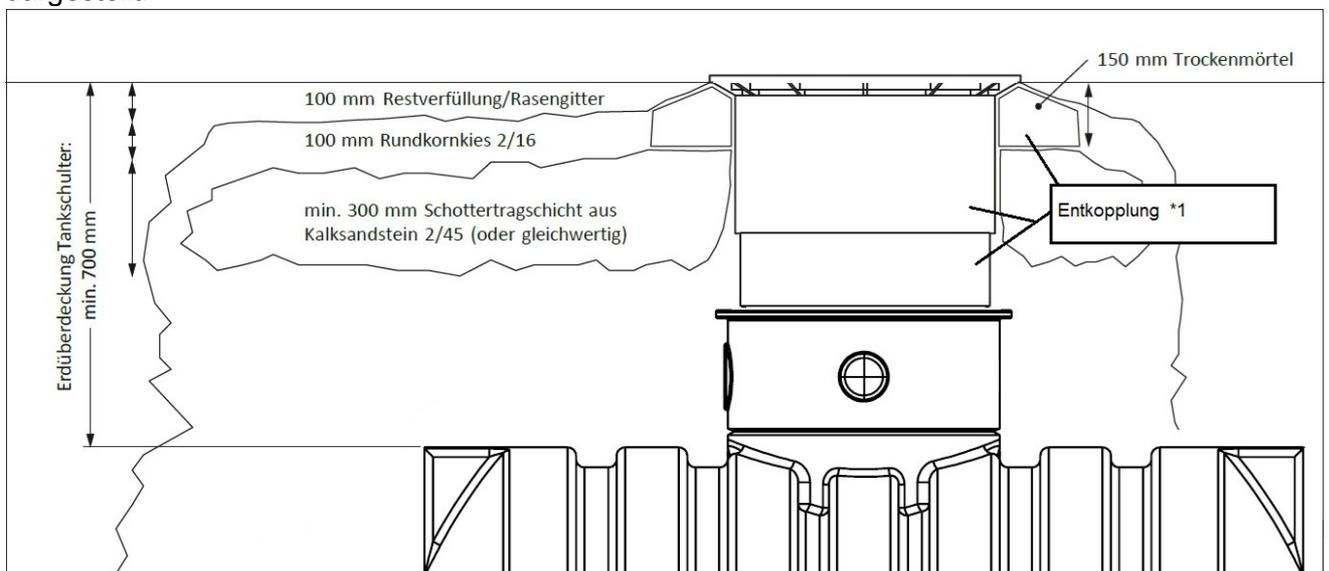

Abbildung 5: Bauseitige Herstellung eines befahrbaren Überbaus mit Teleskopdom
Der Erdtank ist für Verkehrsflächen der Klasse A nach EN 124 vorgesehen (Radfahrer, Fußgänger) und unter Einhaltung spezieller Einbaumaßnahmen PKW-befahrbar: **PKW-befahrbarer Teleskopdom (ZZ.TB.0003)**, belastbar bis 600 kg Radlast (niedrige Geschwindigkeit überfahrbar, Mindesterdüberdeckung der Tankschulter (Hü) = 700 mm ==> siehe Abbildung 5).
- Ergänzend zur Schottertragschicht wird **unterhalb des Rahmens des Teleskopdoms** eine ca. 150 mm hohe Unterfütterung aus Trockenmörtel (Fertigmischung aus dem Baumarkt) aufgebracht. Diese Schicht muss umlaufend min. 200 mm breit sein und ist direkt am Teleskopdom auszuführen. **Entkopplung *1 Abbildung 5**